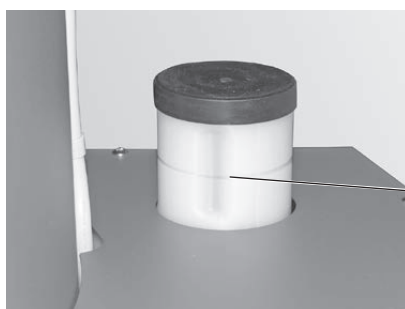

Fig. 75 Remplir le réservoir d'eau
- ▶ Retirer le bouchon du réservoir d'eau et faire l'appoint – Fig. 75.